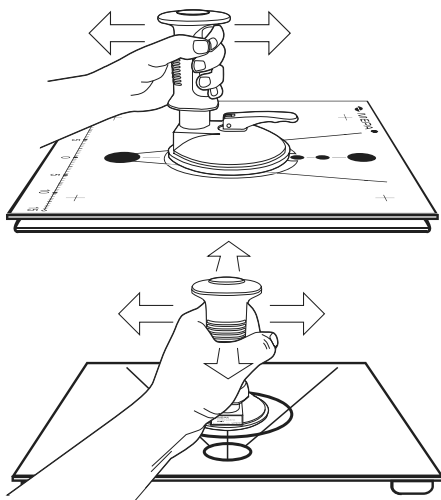

Рисунок 6 - Проверка надежности контакта джойстика с платформой
- убедиться, что **SDB-17** прочно закреплено, совершая манипуляции рукоятью в разные стороны – Рисунок 6.